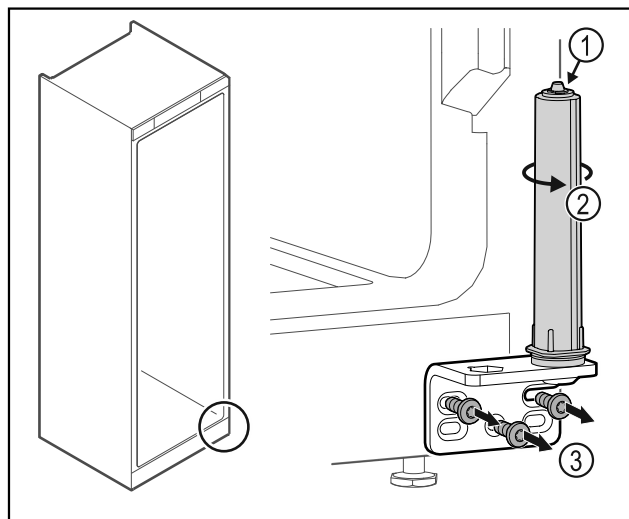

Fig. 28
- Μην αποσυναρμολογείτε το σύστημα κλεισίματος πόρτας Fig. 28 (1).
- Περιστρέψτε το σύστημα κλεισίματος Fig. 28 (2), μέχρι να κάνει κλικ.
- Ξεβιδώστε τη γωνία μεντεσέ Fig. 28 (3).